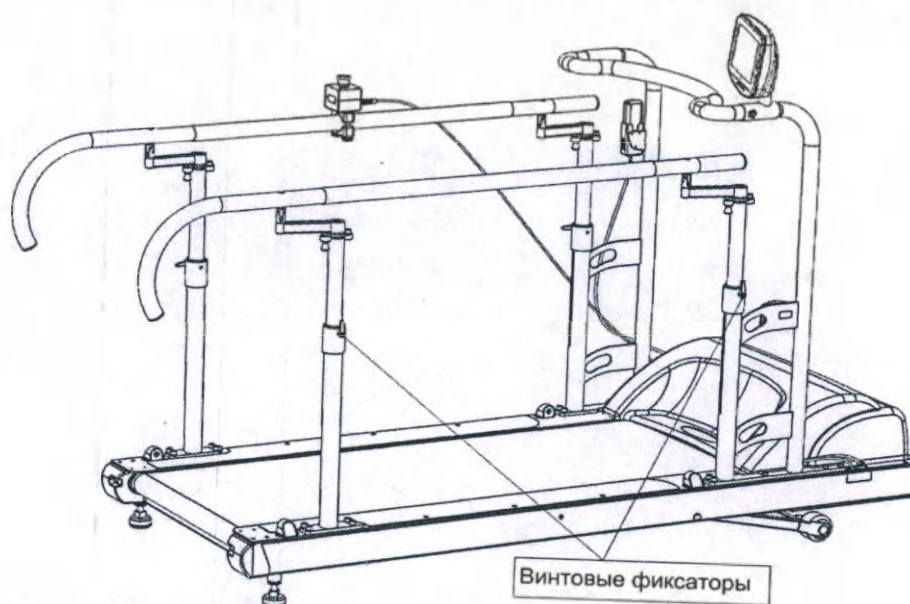

Рисунок 31 – Расположение фиксаторов регулируемых поручней для регулировки по высоте
- открутите рукоятки фиксаторов, удерживающих поручень (см. рисунок 31);